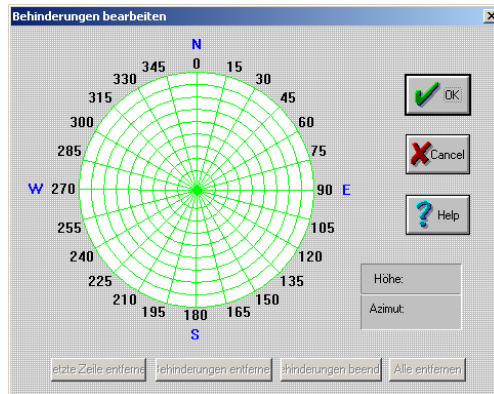

Abbildung A.12. Dialogfeld "Behinderungen bearbeiten"
1. Um das Dialogfeld **Behinderungen bearbeiten** zu öffnen, wählen Sie **Hindernis...** im Menü **Punktliste** (oder klicken Sie im Dialogfeld **Punkt bearbeiten** auf **Behindern..**), Abbildung A.12.